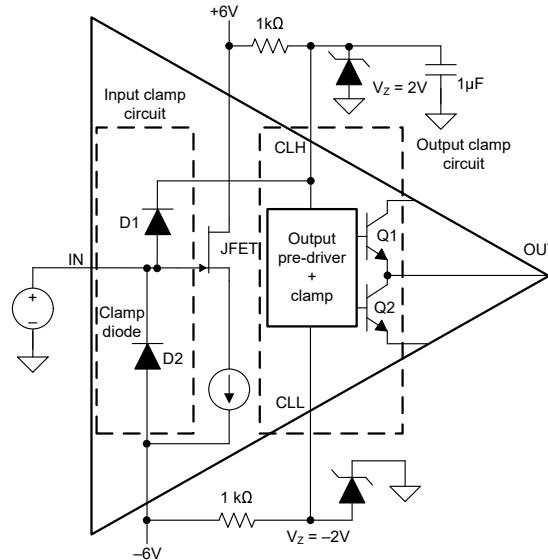

図 7-1. 内部入力および出力の過電圧クランプ
- 図 7-1 に、2 つの内部クランプダイオード D1 と D2 を経由してピン CLH および V_{S-} に接続されている BUF802 の入力を示します。これらのダイオードは連続電流の 100mA 定格であり、非常に高い過渡電流に耐えられます。JFET 入力電圧が CLH または V_{S-} の電圧を超えると、ダイオードは順方向にバイアスされ、JFET を CLH および V_{S-} にクランプします。ツェナーダイオードと並列に 1 μ F のコンデンサを接続すると、D1 ダイオードを通過する過渡吸収に役立ちます。